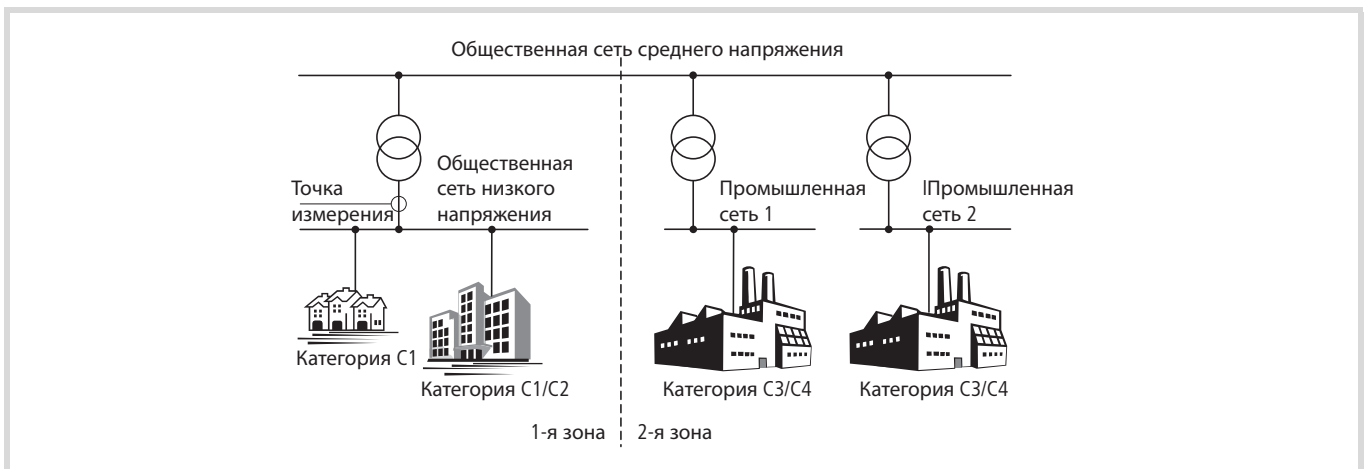

рисунок 11: Зона ЭМС и категория
Заявление о соответствии требованиям (CE) всегда относится к "типичной" приводной системе (PDS). Конечную ответственность за соблюдение установленных законодательством предельных значений, а тем самым и за обеспечение электромагнитной совместимости несет конечный пользователь или эксплуатирующая организация промышленной установки. Они должны обеспечить принятие мер для минимизации или устранения излучения (эмиссии) помех в соответствующих условиях эксплуатации (см. рисунок 11). Кроме того, они должны использовать возможности для увеличения помехоустойчивости устройств или систем.